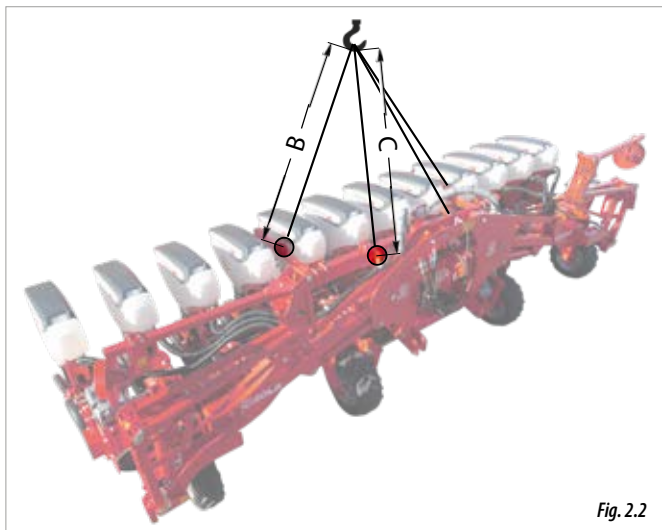

Fig. 2.2
- Versiones de máquina **PLEGABLES** (Fig. 2.2), la CARGA y DESCARGA deberá hacerse mediante 4 puntos:
- 2 puntos de enganche PRINCIPALES, ubicados en el CHASIS tripuntal (B, Fig. 2.2).
- 2 puntos de enganche SECUNDARIOS, ubicados en los pies de apoyo (C, Fig. 2.2).
ATENCIÓN: RESPETAR LAS DISTANCIAS: **B Y C** (2 METROS) PARA EVITAR DAÑOS EN LA MÁQUINA DURANTE EL PROCESO DE ELEVACIÓN (FIG. 2.2).